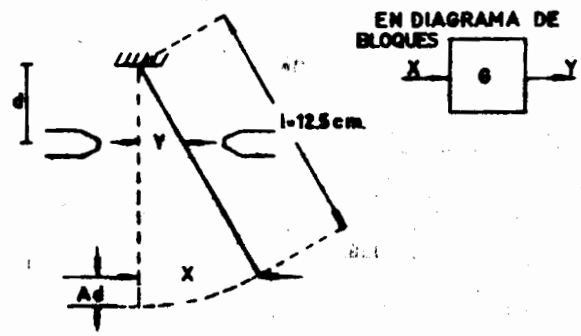

FIGURA IV-2
El desplazamiento en el extremo inferior de la lengüeta (X) es directamente proporcional al desplazamiento a la altura de las toberas (Y) -- (vea Figura IV-2)